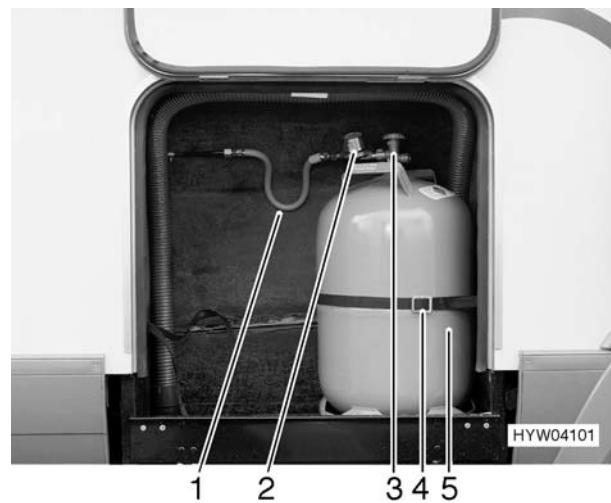

Fig. 109 Vano portabombole
- Chiudere la valvola principale (Fig. 109,3) della bombola del gas (Fig. 109,5). OSSERVARE la direzione della freccia.
- Svitare a mano il regolatore di pressione (Fig. 109,2) del gas, con tubo (Fig. 109,1), dalla bombola del gas (filettatura sinistrorsa).
- Allentare la cinghia di fermo (Fig. 109,4) ed estrarre la bombola del gas.